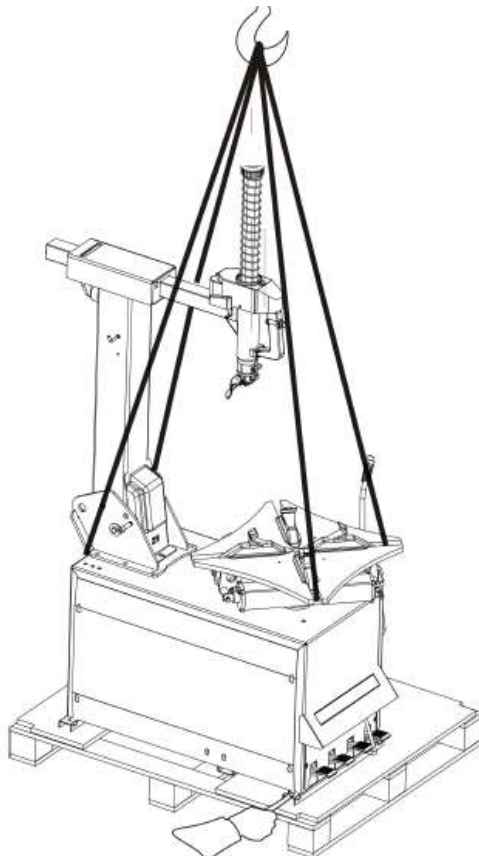

Abb. 10
- Zwei der Schrauben mit Hilfe eines Schlüssels entfernen (Abb. 10). Zum Anheben des Gerätes verwenden Sie den Ständer, schieben Sie die Palette fort und stellen Sie das Gerät auf.